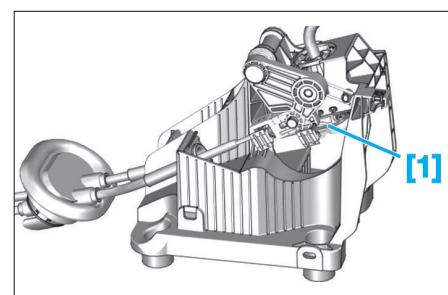

Fig. 18
- Immobiliser le levier de vitesses avec l'outil [1] (Fig.18).